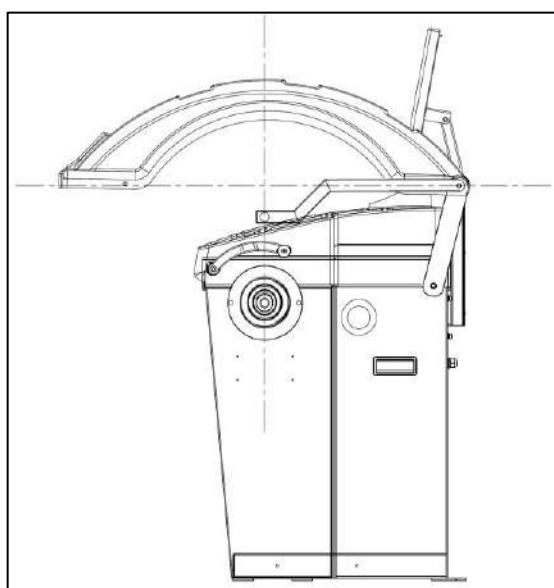
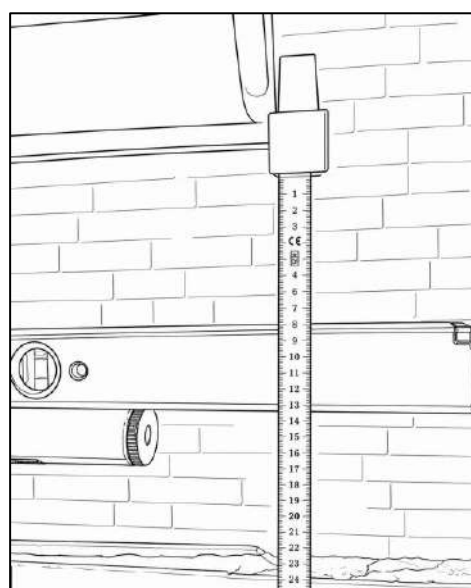

Fig. 4a - Fastgørelse af sikkerhedsskærm og sonar
Fig. 4b - Afstand mellem sonar og aksel
3. Juster sikkerhedsskærmen og sonar. Sonarbeslaget skal flugte med sikkerhedsskærmen og sonaren skal være ud for midten af aksel, jf. **fig. 4a**. Afstanden fra top aksel til bund sonarbeslag skal være ca. 13-14 cm, jf. **fig. 4b**.